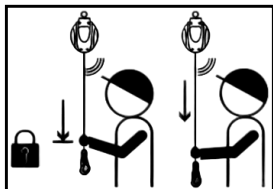

Fig. 7
- Suspense los dispositivos anticaídas retráctil verticalmente, tire del cable despacio. Inspeccione el cable de acero en busca de cortes, torceduras, alambres rotos, salpicaduras de soldadura, corrosión, áreas de contacto químico, etc. (ver Fig.7)
- Hang the retractable fall arrest devices vertically and pull the cable slowly. Inspect the steel cable for cuts, kinks, broken wires, welding spatter, corrosion, areas of chemical contact, etc. (see Fig. 7)